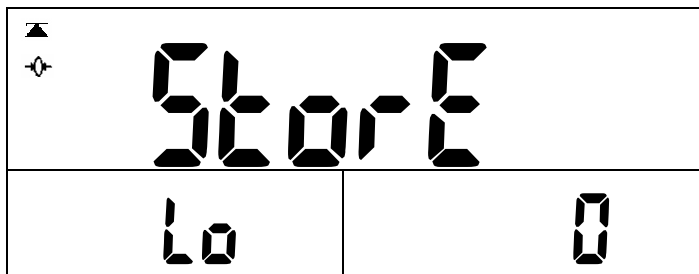

图 33
- g. 按**确认**键后存储报警下限值，用数字键输入数据，用**清除**键修改重新输入，显示如（图 33）